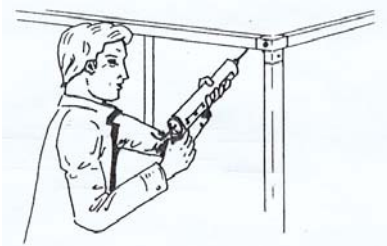

fig.1
- Applicare un filo del silicone fornito a corredo su tutto il perimetro del profilo da accoppiare (fig. 1)